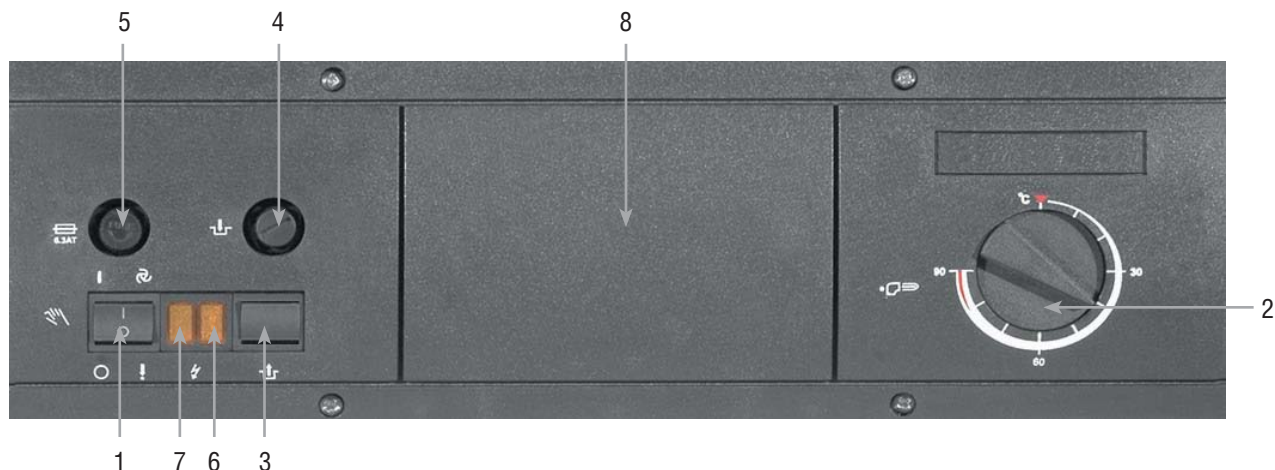

Рис. 5
На панели управления открутите защитный колпачок термостата (поз.4, рис.5)
- главный выключатель переведен в положение «вкл» (поз.1, рис.5);
- термостат котла выставлен на необходимую температуру (поз.2, рис.5);
- термостат безопасности (поз.4, рис.5) сработал от перегрева, для чего последовательно сделайте следующее: